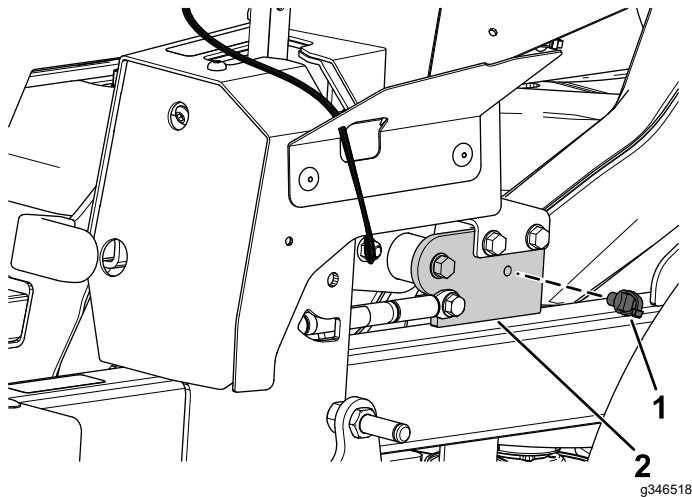

Figura 17
1. Instale la grapa delantera en el soporte de la palanca del freno de estacionamiento (Figura 17).